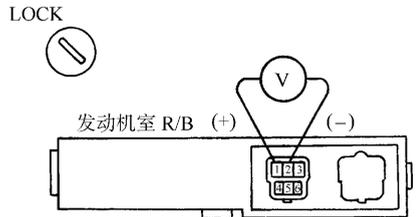

图 2 - 156 检查发动机室 R/B 的端子 1 和 2 间电压
检查 ABS 电磁阀继电器的 3 号端子和 ABS、TRC 和 VSC ECU 的 AST 端子间是否导通（图 2 - 158） 步骤： (1) 脱开 ABS & TRC & VSC 执行器的 2 个连接器 (2) 检查 ABS 电磁阀继电器的 3 号端子和 ABS、TRC 和 VSC ECU 的 AST 端子间的导通性 正常情况应导通，制动执行器的 4 和 5 号端子间的电阻应为 26 ~ 40 Ω。是否正常	是 进入第 5 步 否 修理或更换线束或制动执行器